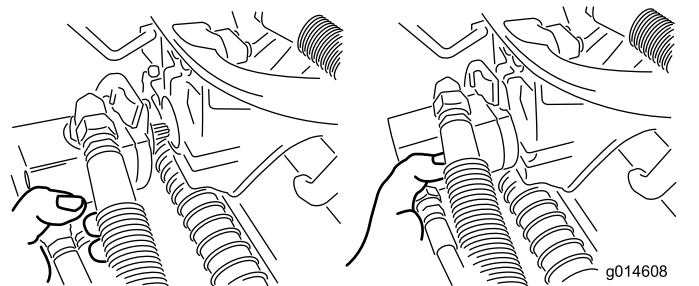

図 52
3. 外したモータは、サスペンションアームの前方にある一時保管位置にセットしておく(図 52)。